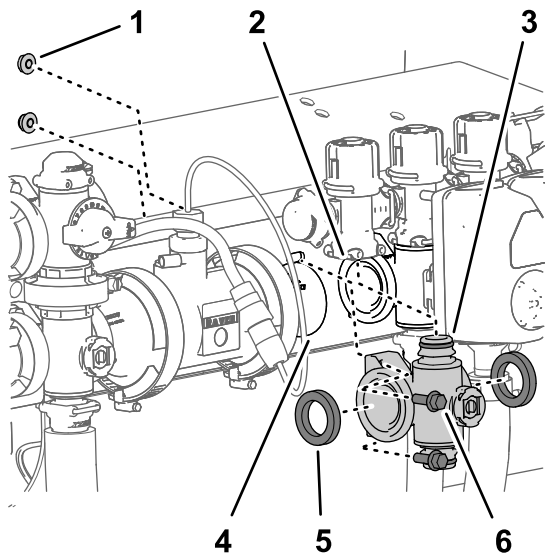
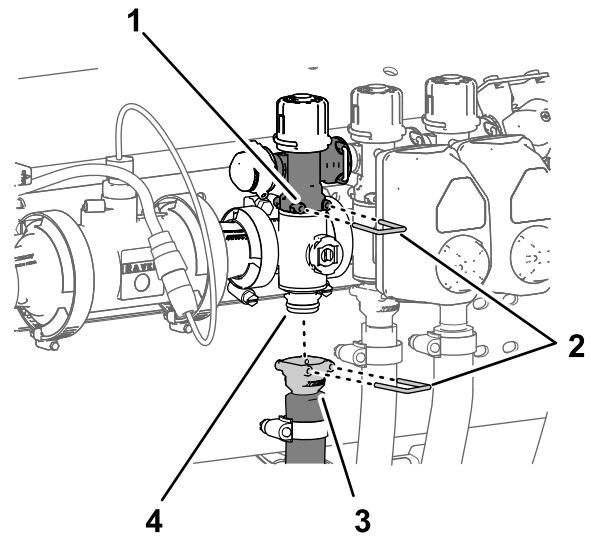

Bild 132
Bild 133
1. Fluchten Sie die zwei Dichtungen, die Sie in Entfernen des Abschnittventilventils (Seite 90) entfernt haben, mit den Flanschen des Abschnittventilverteilers aus (Bild 132).
2. Fluchten Sie den Flansch des Abschnittventilverteilers zwischen den Flanschen der anderen Abschnittventile und/oder dem Kupplungsadapter aus (Bild 132).
3. Befestigen Sie das Schnellkupplungsanschlussstück des Abschnittventilverteilers mit einem Schnellkupplungsstift am Schnellkupplungsunterteil des Abschnittsicherheitsventils (Bild 132 und Bild 133).
Entfernen des Abschnittverteilerventils (Seite 90) entfernt haben, an der Ventilstütze (Bild 132).
8. Befestigen Sie die Schnellkupplung des Abschnittschlauchs mit dem Schnellkupplungsstift am Schnellkupplungsanschlussstück des Abschnittventilverteilers (Bild 133).